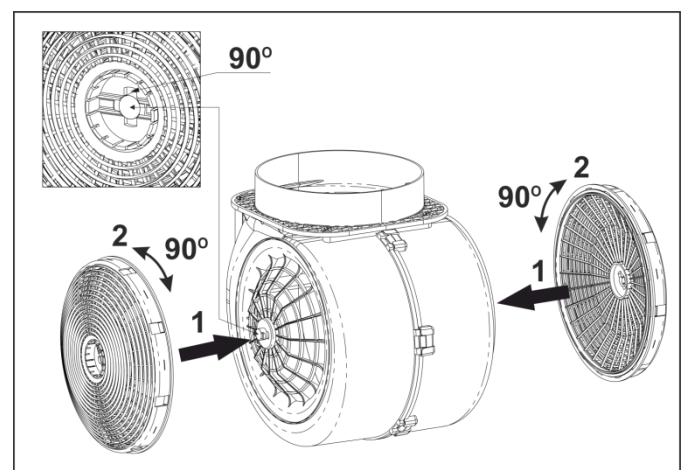

Рис.10
8.7 Вугільні фільтри (**купуються окремо**), що використовуються при режимі рециркуляції **слід замінити кожні 3 – 6 місяців** в залежності від експлуатації витяжки. Фільтри встановлюються на **Т-подібному** штирі кришки турбовентилятора шляхом осьового підтиску і повороту по часовій стрілці (рис. 10).